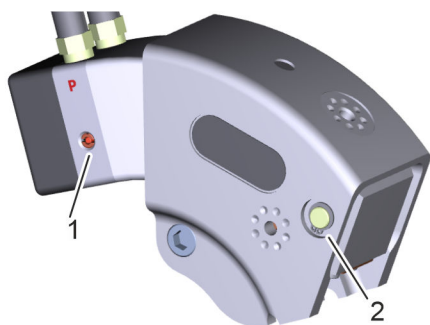

Fig. 14: Sikkerhedsanordninger
12. Sørg for, at det to låseringe (Fig. 14/2) er installeret rigtigt. Skub en ny låsering på ved skader eller forkert position, og klem den fast ved hjælp af låseringstangen (Fig. 13).
13. Sørg for, at der ikke løber olie ud på overtrykssikringen (Fig. 14/1). Kontakt »PLARAD[®]-service« på side 4 ved lækager.